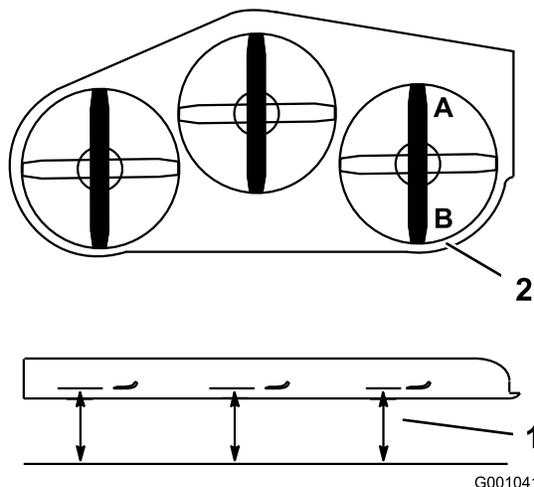

Bild 113
1. Stellen Sie das **rechte** Schnittmesser in Längsrichtung (**Bild 113**).
2. Messen Sie das rechte Messer an der Stelle **A** von einer ebenen Oberfläche bis zur Schnittkante der Messer (**Bild 113**).
4. Messen Sie das rechte Messer an der Stelle **B** von einer ebenen Oberfläche bis zur Schnittkante der Messer (**Bild 113**).
6. Das Schnittmesser sollte an Stelle **A** 6 mm bis 10 mm niedriger sein als an Stelle **B** (**Bild 113**). Sollte die Einstellung nicht richtig sein, machen Sie mit den folgenden Schritten weiter.